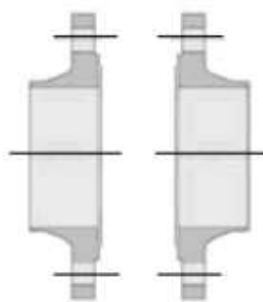

Рис.1
**1)** Установить фланцы плоскопараллельно по отношению друг к другу. Обеспечить между фланцами зазор необходимый для удобного монтажа дискового затвора (рис.1).